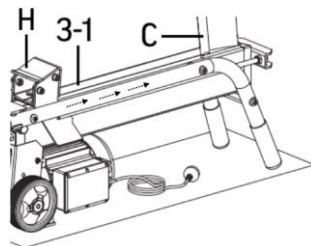

fig. 3
2. Poussez et tenez enfoncé l'interrupteur (D) pour faire démarrer le moteur.
3. Tout en maintenant l'interrupteur enfoncé, maintenez enfoncé le levier de commande hydraulique (K) pour engager le poussoir de bûche (H), ce qui appuiera la bûche contre le coin (fig. 3).